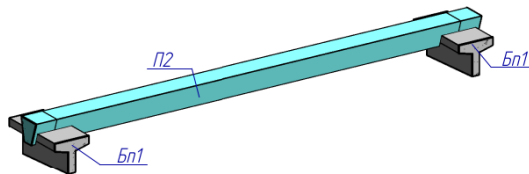

Рис. 6. Схема прогону проекту
**Сімейства прогонів.** Схема прогону проекту наведена на рис. 6.